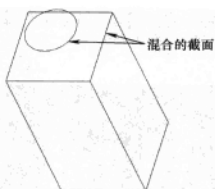

图 1-9 混合的截面
(1) 分别创建两个用于创建混合特征的截面, 见图 1-9。